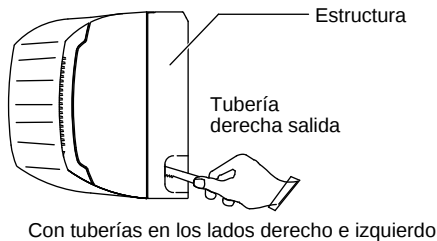

Fig. 3-25
- (1) Colocación de los tubos por direcciones
- a) La esquina del bastidor derecho o izquierdo debe cortarse utilizando una sierra de mecánico o similar. (Fig. 3-25)